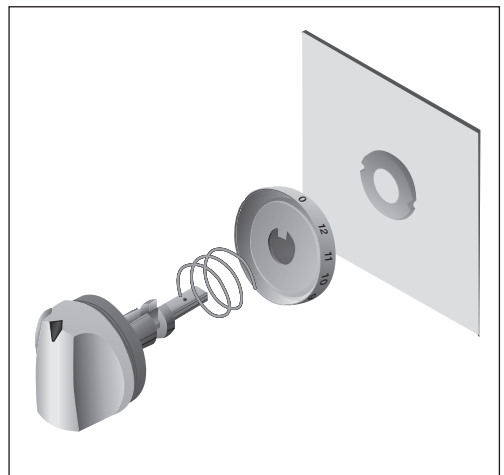

Fig. 1
- In dem Küchenmöbel wird ein Ausschnitt gemäß nebenstehender Abbildung angebracht, die Mindestdtiefe des Küchenmöbels muß 580 mm betragen. (Siehe die Abbildung 1 und 2 zum Einbau auf der seite 74).